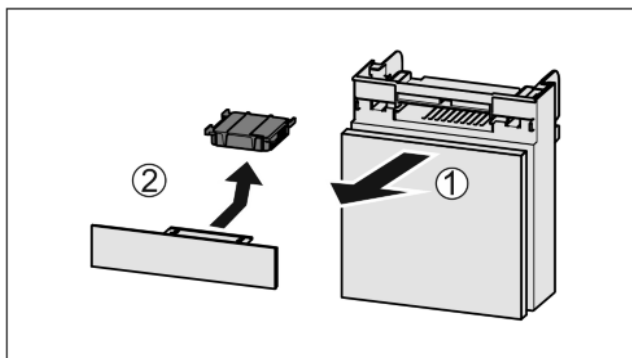

Fig. 33
- ▶ Zásuvku vytáhněte dopředu Fig. 33 (1).
- ▶ Filtr s aktivním uhlím vyjměte Fig. 33 (2).